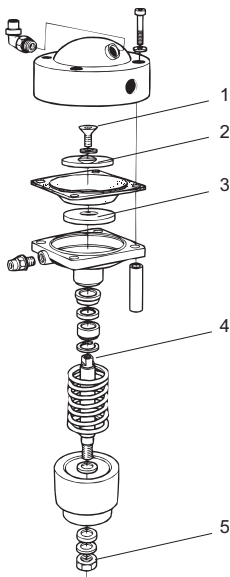

Abb. 12
- Inbusschraube herausschrauben (Abb. 12, Pos. 1). Mit dem abgeflachten Teil der Kolbenstange (4) gegen Verdrehung gehalten.